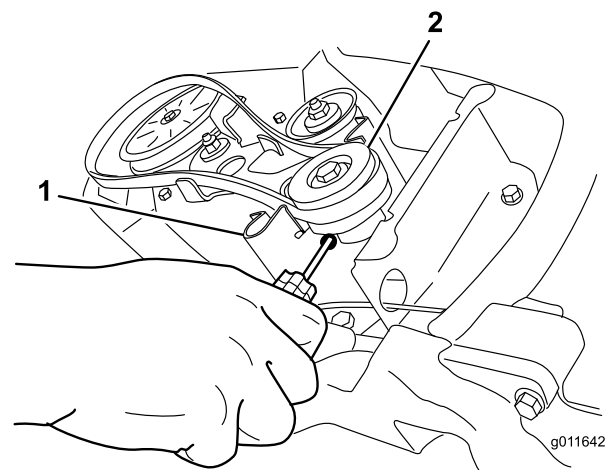

Figure 32
- Insérez un tournevis dans le trou du guide de courroie, comme illustré à la Figure 32, et fléchissez le guide vers la poulie suffisamment pour permettre à la courroie de passer.